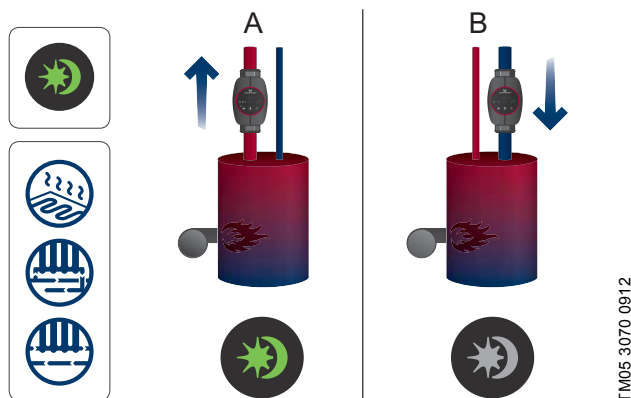

Abb. 22 Automatische Nachtabenkung
- Die Pumpe muss in die Vorlaufleitung eingebaut sein. Siehe Abb. 22, Pos. A.
Die automatische Nachtabenkung funktioniert nicht, wenn die Pumpe im Rücklauf eingebaut ist. Siehe Abb. 22, Pos. B.